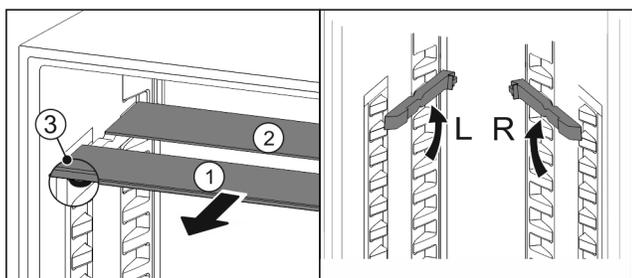

Fig. 122
- ▶ Sortir les tablettes par l'avant Fig. 122 (1).
- ▷ La tablette en verre Fig. 122 (1) avec bordure décorative est située à l'avant.
- ▷ Les butées Fig. 122 (3) sont orientées vers le bas.